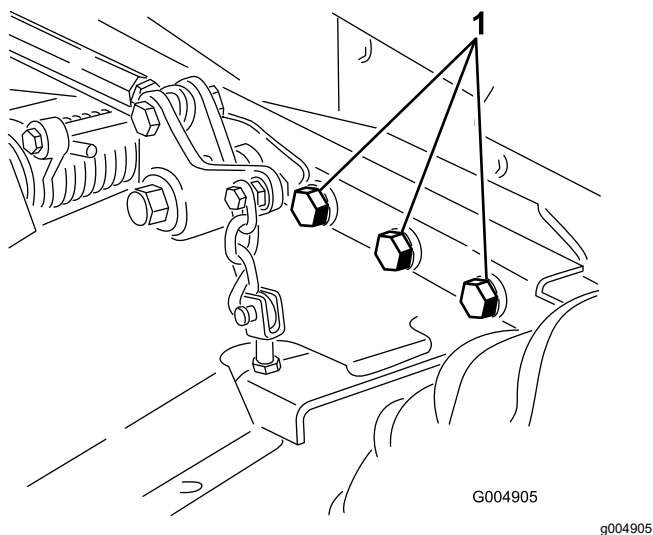

Figura 65
5. Compruebe que todos los herrajes están bien apretados; apriételos si es necesario. Apriete los 6 pernos que sujetan el bastidor de la plataforma de corte a la unidad de tracción (Figura 65) a 359 N·m (265 pies-libra).